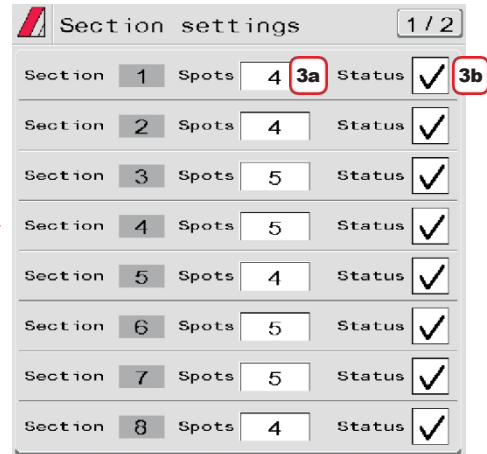

Fig. 41
- 3a Gentag opsætningen for hver sektion (fig. 41).